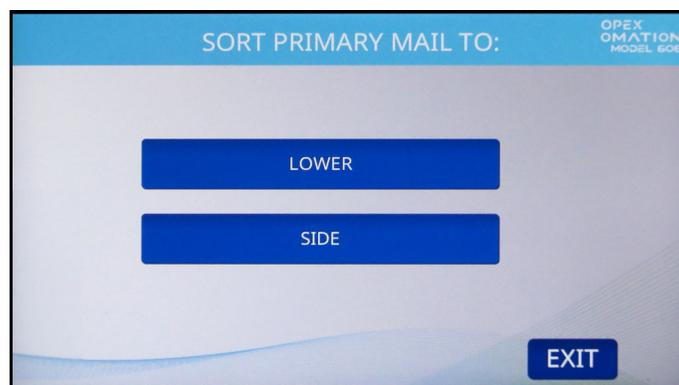

Abbildung 6-19: Bildschirm „Primärpost sortieren in ...“
3. Wählen Sie aus, ob die Primärpost nach unten oder zur Seite ausgegeben werden soll (Abbildung 6-19). Die Primärpost wird zum ausgewählten Förderband und alle sekundären Poststücke zum gegenüberliegenden Förderband befördert.